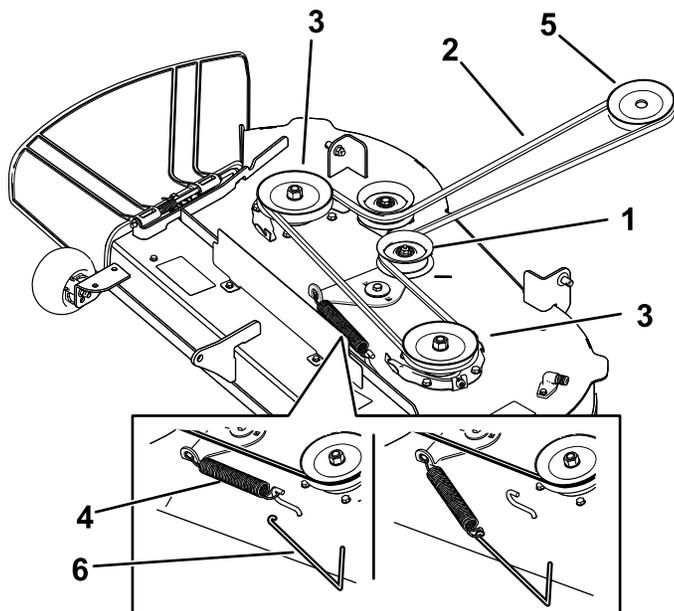
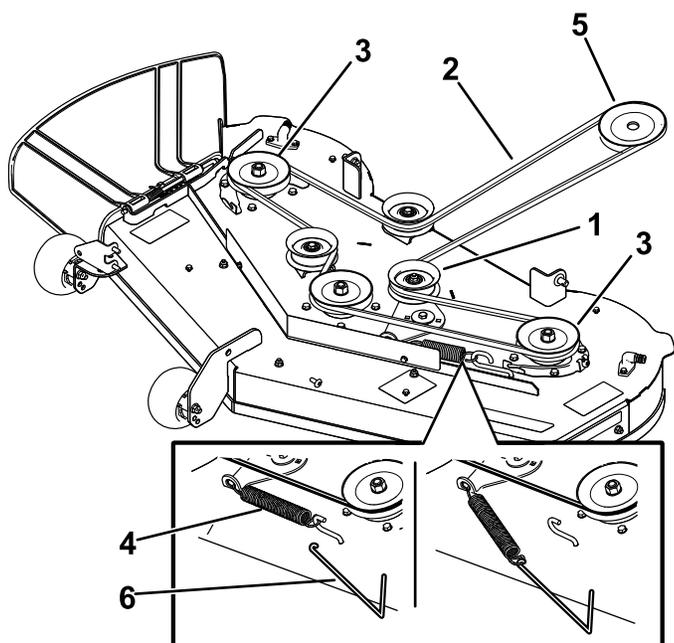

Рисунок 57
Рисунок 58
7. Используя съемник пружин (№ 92-5771 по каталогу Toro), снимите пружину натяжного шкива с крюка деки, чтобы снять натяжение с натяжного шкива, и снимите ремень со шкивов (Рисунок 57 или Рисунок 58).
8. Проложите новый ремень вокруг шкива двигателя и шкивов газонокосилки (Рисунок 57 или Рисунок 58).
9. Используя съемник пружин (№ 92-5771 по каталогу Toro), установите пружину натяжного шкива на крюк деки и создайте натяжение на натяжном шкиве и ремне газонокосилки (Рисунок 57 или Рисунок 58).